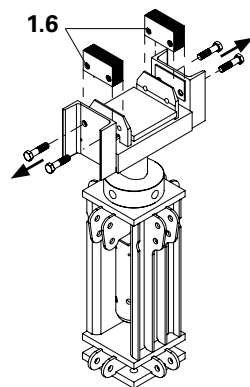

Fig. 31
2. Allentare e rimuovere le quattro viti (1.7) della forcella con foro laterale (1.1) ruotandole in senso antiorario. (Fig. 31)